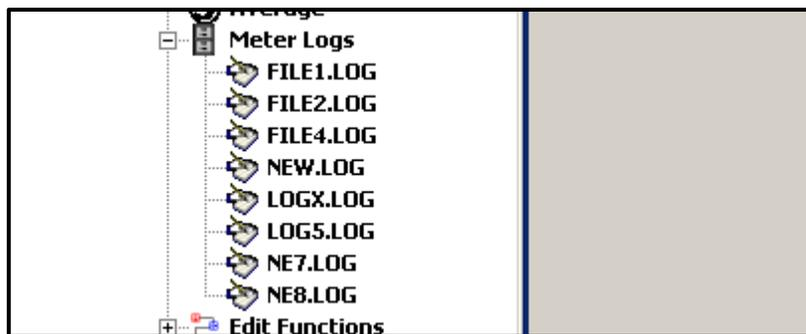

Figura 19: Opción de registros de contador ampliados
- Desde el *Navegador de Nuevo Contador* en PanaView, expanda el árbol de red y haga clic en la opción *Registros de Contador*. Si ha creado uno o más registros, el árbol aparecerá similar a la Figura 19.